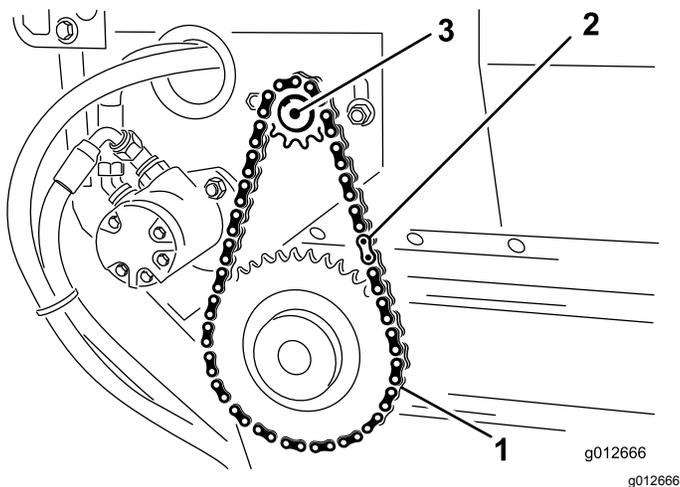

Figure 23
2. Retirez le maillon de fermeture de la chaîne et retirez la chaîne du petit pignon (Figure 23).